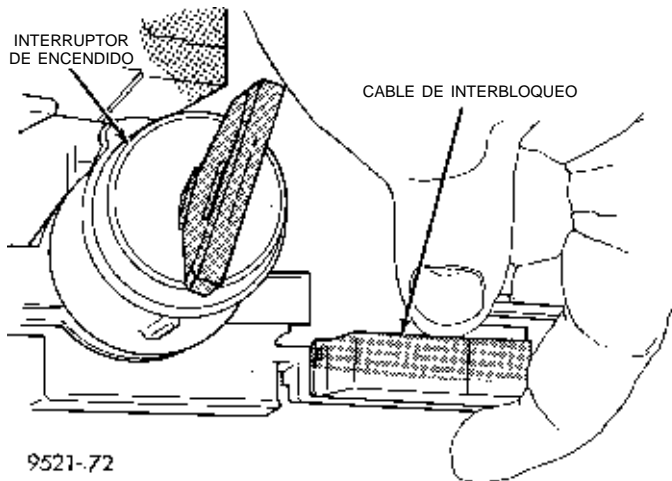

Fig. 27 Cable de interbloqueo en su cubierta
(2) Instale el interruptor de encendido en su alojamiento. Gire el interruptor de encendido a la posición RUN.
(3) Instale el cable de interbloqueo dentro de la cubierta del cable en la columna de dirección (Fig. 27). Verifique que el cable encaje dentro de la cubierta.
(4) Instale el cable de interbloqueo en el collarín de guía localizado dentro del mazo de cableado.
(5) Encamine el cable de interbloqueo hacia la consola.
(6) Instale el extremo del núcleo del cable en la leva de plástico del mecanismo del cambiador. Encaje a presión la conexión del extremo del cable de inter-